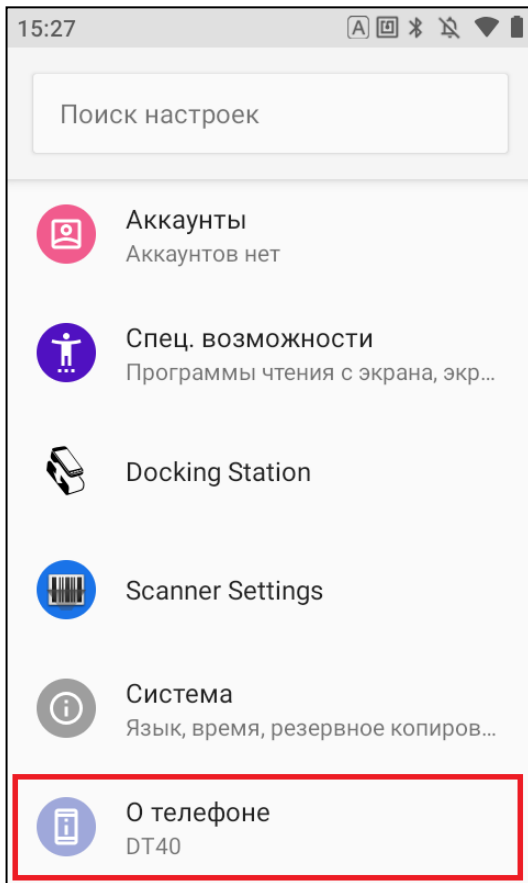

Рис. 4.7 - Настройки по USB для терминала DT
- 1) Зайти в настройки «О телефоне» (Рис. 4.7);